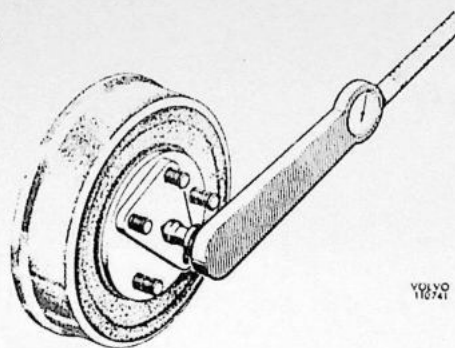

Fig. 3. Kontroleren van het differentieel
2. Plaats bij de 120 en 1800 een momentsleutel met een dop op de steekasmoer. (Indien een 12-kantige dop wordt gebruikt, kan de splitpen normaliter blijven zitten). Voor de 140 kan een stukje plaatstaal worden gebruikt van een zodanige vorm dat dit over de wiel tapeinden kan worden geschoven, en waarin in het midden een vierkant gat is aangebracht. Zie Fig. 3. Draai het wiel met de momentsleutel rond, rechtsonder en gelijkmatig. Lees tijdens het draaien van het wiel het benodigde moment af (draaiweerstand). Het moment moet minimaal 5,5 kgm (40 lb. ft.) bedragen. Indien het moment lager is, moet de achteras worden gedemonteerd en nieuwe friktieschijven worden gemonteerd.